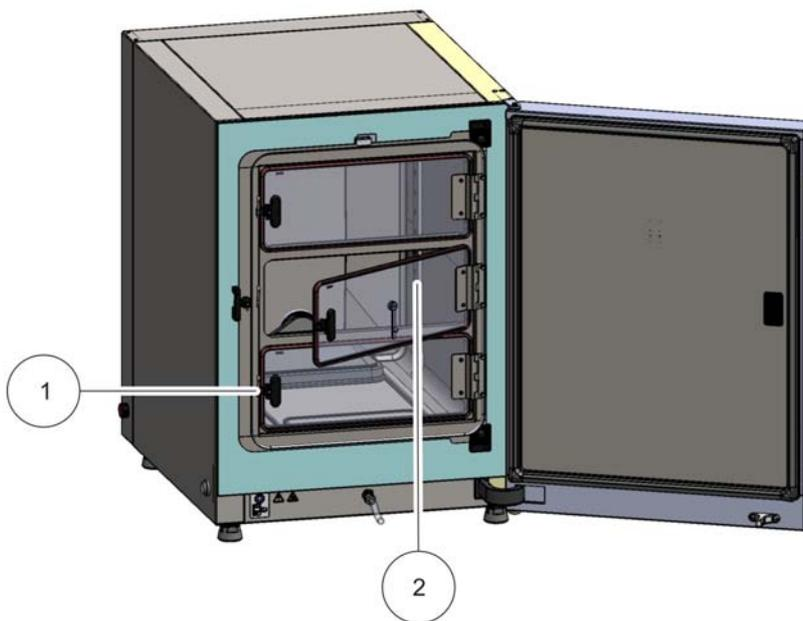

Figura 3-10. HERACELL VIOS 160i CR con panel estanco al gas de 3 puertas
- **HERACELL VIOS 160i CR:** Panel estanco al gas de 3 puertas o panel estanco al gas de 6 puertas – con o sin Cell Locker (ver Figura 3-10),
Cada puerta de vidrio del panel de gas (2/Figura 3-10) tiene un bloqueo propio (1/Figura 3-10).